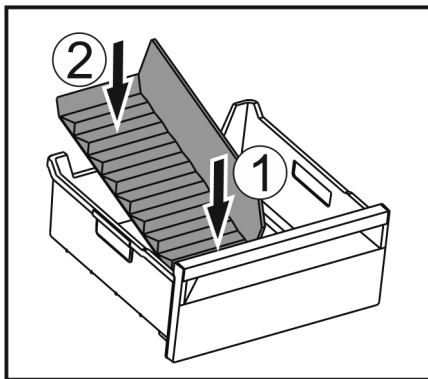

Fig. 168
- ▶ 装入冰格分隔器前部。 Fig. 168 (1)
- ▶ 将冰格分隔器后部放低至抽屉底板。 Fig. 168 (2)